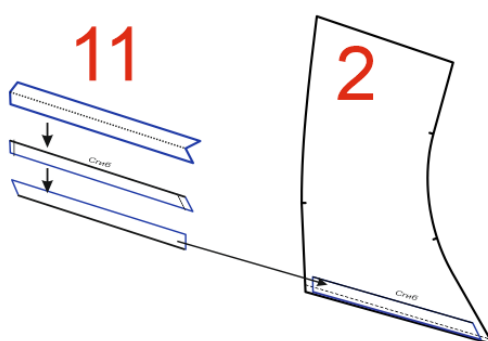

Рис. 1
1. Обтачайте боковые срезы кулисы переда и спинки (Рис.1)
3. Приметайте, а затем притачайте кулису передней части к верхней боковой части переда, а кулису спинки к верхней боковой части спинки так, как показано на рис. 1. Кулису нужно расположить сгибом вверх, на лицевую сторону, совмещая срезы.